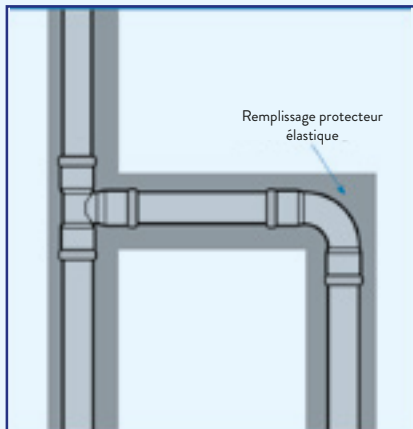

Fig. 1
Les installations modernes se montent, à l'exception des installations à usage industriel, sont très rarement apparentes et sont placées généralement dans des cloisons flottants du sol. Dans le cas d'installations visibles ou d'installations qui se conduisent sous des galeries, il y a normalement a un espace suffisant. Toutefois, dans des conduites qui doivent être encastrées, il faut utiliser un remplissage protecteur élastique de ma tériaui isolant, par exemple, de la laine de verre ou plastique (mousse à pores fermées) (Fig. 1).
- Diamètres 15, 18, 22, 28, 35, 42 et 54 avec des extrémités HH à presser, fabriqués en AISI-316L (1.4404) (Fig. 1)
(Fig. 1)